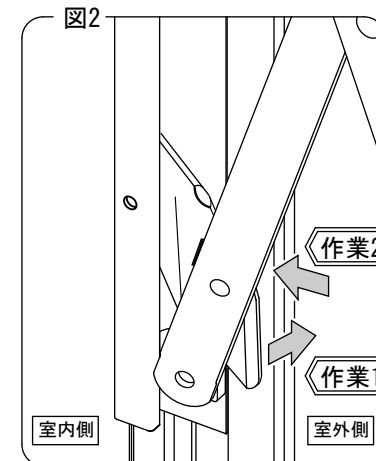
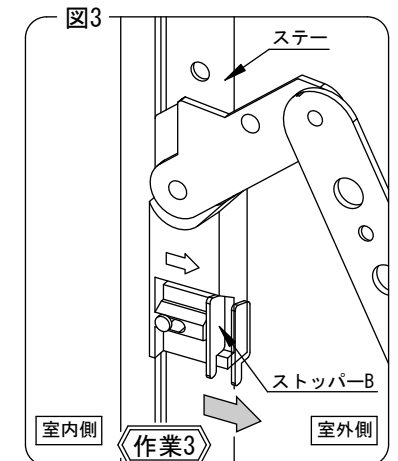

図2
図3
アーム接合部が枠または障子と干渉し、障子が閉まらない場合は、枠側のアーム取付ネジ・裏板固定ネジを緩め（目安：2回転で十分可動します。）裏板固定ネジを上下方向に動かし調整してください。調整後、再度ネジを締付け緩みがない事を確認してください。（<図2>E部拡大（調整）参照）
<図2>E部拡大（調整）
- ② 両側のステーのストッパーAの部品先端をアームの後ろ（縦枠側）に押し（作業1）、室内側に押し込み（作業2）ロックを解除してください。（図2参照）
- ③ ストッパーAがステー内に納まると（アームの後ろに隠れる）ロックが解除され約53°まで障子が開くようになります。
- ④ 1～3の手順後に障子を閉める場合は、ストッパーBを解除し（作業3）、障子を手前に引いてください。（図3参照）